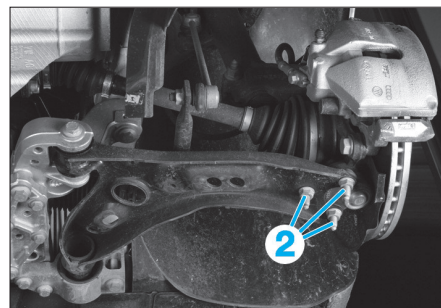

Fig. 6
- Dévisser les écrous (2) de la rotule inférieure sur triangle (Fig.6).
- Déposer les écrous de la rotule du bras inférieur (Fig.6).
- A l'aide d'un extracteur, déposer la rotule de direction (2).
- Desserrer les écrous de la rotule du bras inférieur (Fig.6) (voir opération concernée).